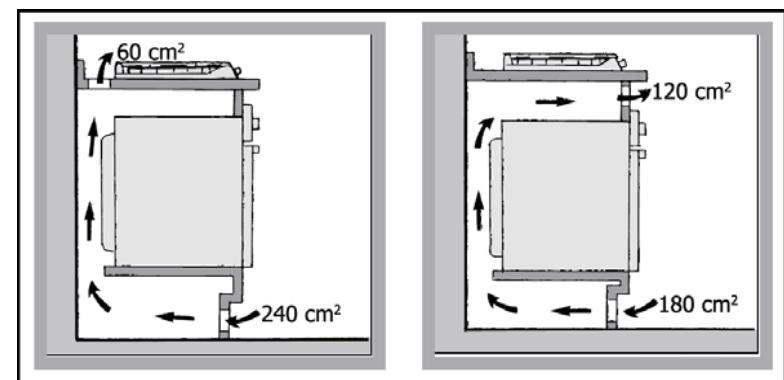

Рис. 2
- В случае если варочная поверхность располагается над духовкой рекомендуется проделать дополнительные отверстия в мебельном гарнитуре для обеспечения оптимальной циркуляции воздуха. Данные отверстия располагаются, как указано на рис. 2, и их минимальный размер составляет 300 см2.